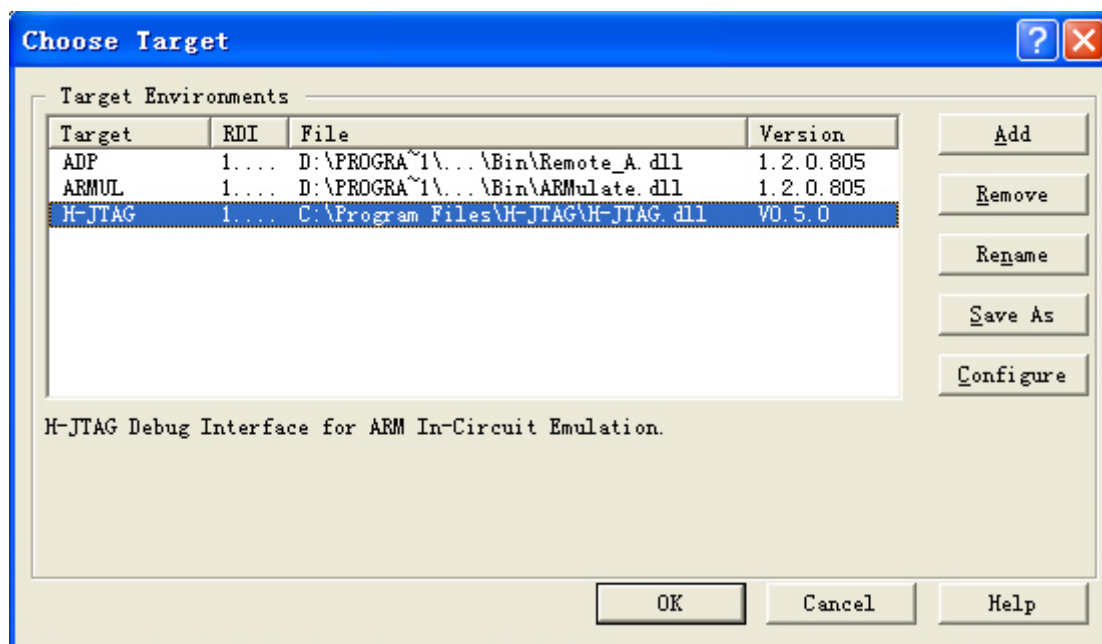
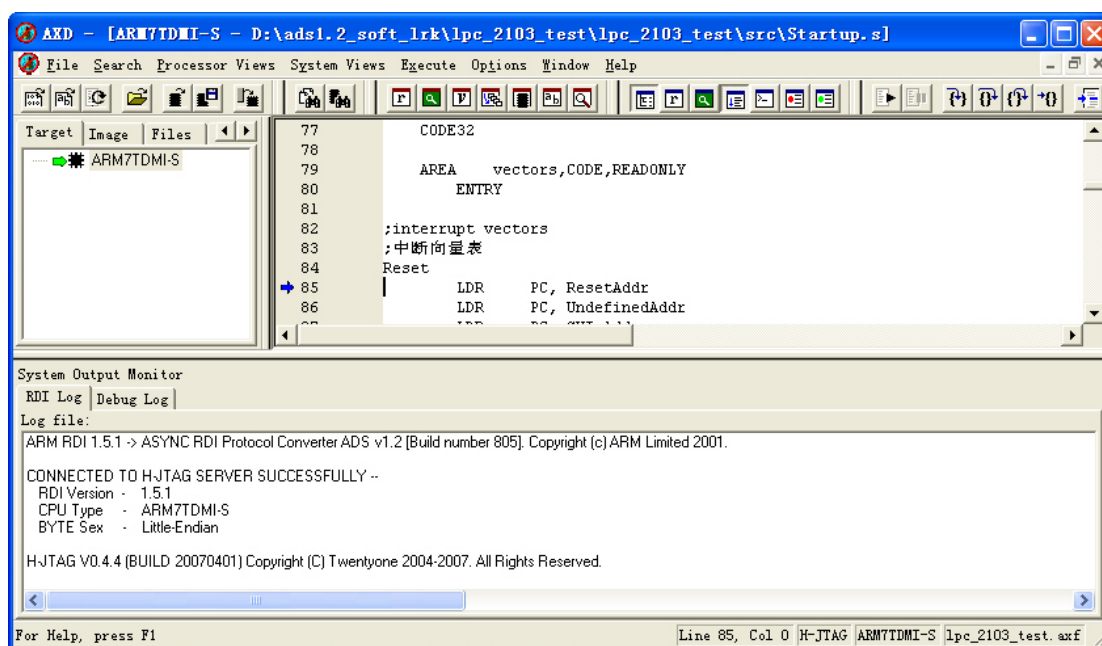

图 3.39 选择 H-JTAG 驱动
图 3.40 EasyJTAG-H 重新连接目标板
- (4) 如果在ADS仿真调试时出现异常错误，一般可以重新选择EasyJTAG-H驱动，如图 3.39所示。如果还出现出错对话框，可以先把EasyJTAG-H断开，给开发板重新上电，再重新连接目标板，直到弹出连接成功界面，如图 3.40所示。